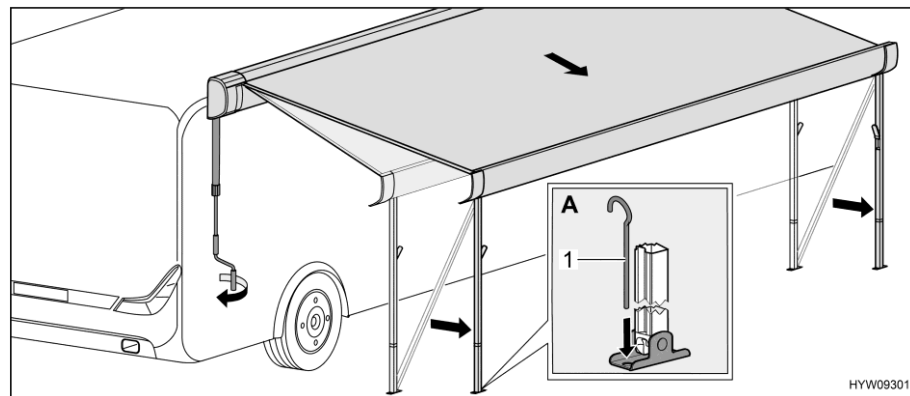

Fig. 45 Collocazione della tenda nella posizione finale
- Servendosi di puntelli (Fig. 45,1), fissare a terra i montanti di supporto (Fig. 45,A).